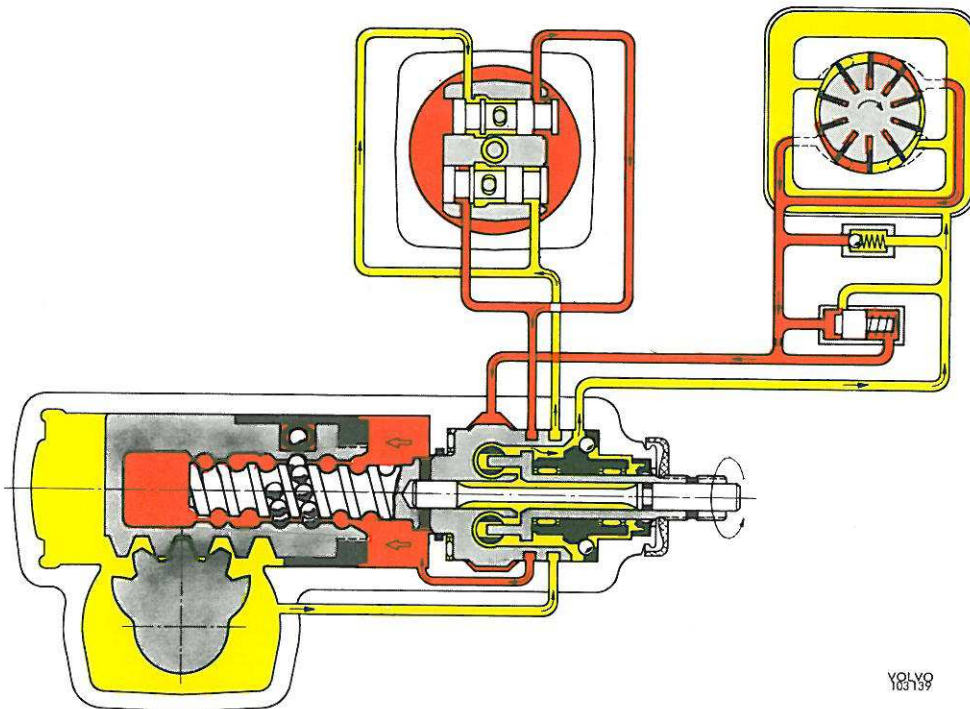

Figure 46. Principe de fonctionnement, virage à gauche
Dans un virage à gauche (figure 46), les mouvements du volant sont transmis par l'intermédiaire de la tige de commande de direction (16) et de la barre de torsion (17) à la vis sans fin de direction (5), ce qui tourne le piston (2) vers la gauche de la figure (de haut en bas sur la voiture). Du fait de l'élasticité de la barre de torsion, la tige de commande de direction